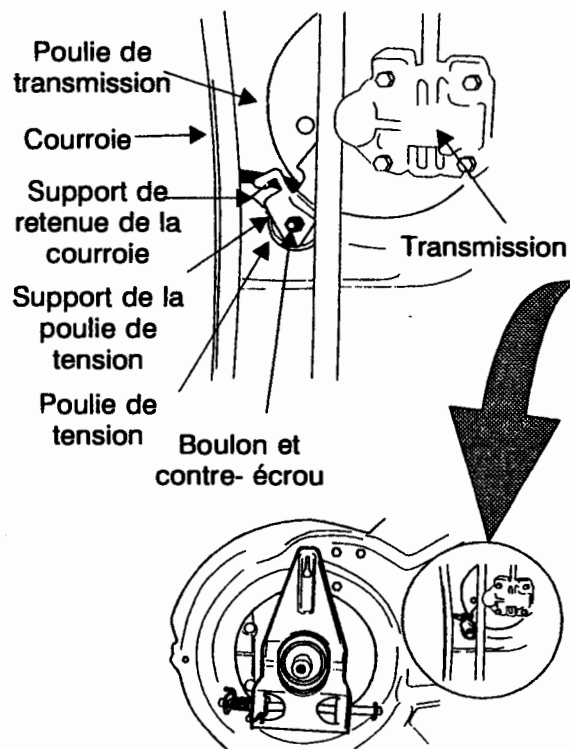

Figure 21
9. Inclinez la transmission vers l'avant et desserrez le boulon de la poulie de tension et le contre-écrou d'un demi-tour en utilisant deux clés de 7/16 po. Voir la figure 21.
11. Dégagez la courroie en la faisant glisser entre le support du dispositif de retenue et la poulie de tension. Voir la figure 21.
15. Placez la courroie neuve sur la poulie de transmission. Insérez la courroie dans la gorge de la poulie et faites tourner la poulie jusqu'à ce que la courroie soit bien assise dans la poulie de transmission. Voir la figure 21.
18. Serrez le boulon de la poulie de tension et le contre-écrou d'un demi-tour en utilisant deux clés de 7/16 po. Voir la figure 21.